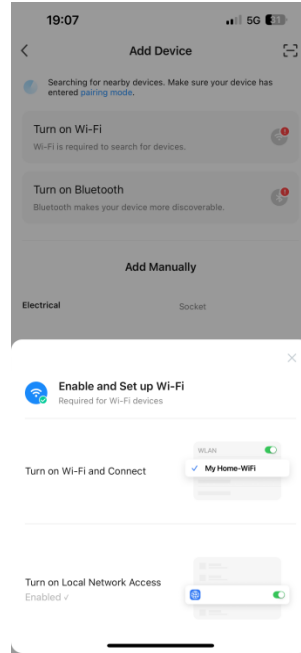

Abb.3
3.3 Tippen Sie auf WLAN einschalten oder Bluetooth einschalten, um WLAN oder Bluetooth wie angewiesen zu aktivieren. (Abb.3, 4)